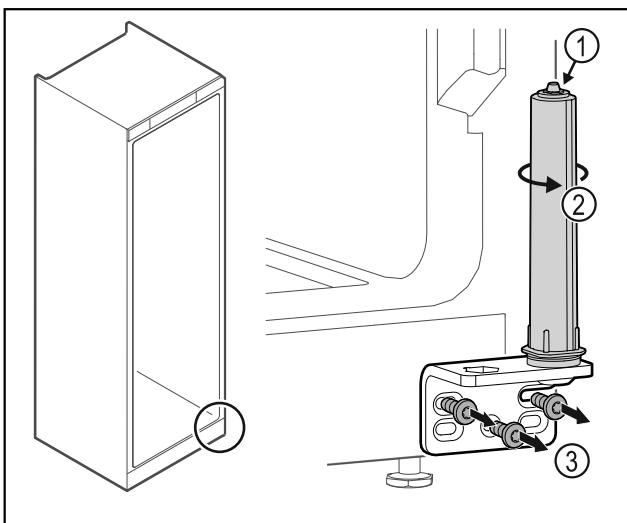

Fig. 31
- ▶ Nu dezasamblați sistemul de închidere al ușii Fig. 31 (1).
- ▶ Rotiți Fig. 31 (2) sistemul de închidere, până când face clic.
- ▶ Deșurubați Fig. 31 (3) colțarul balamalei.